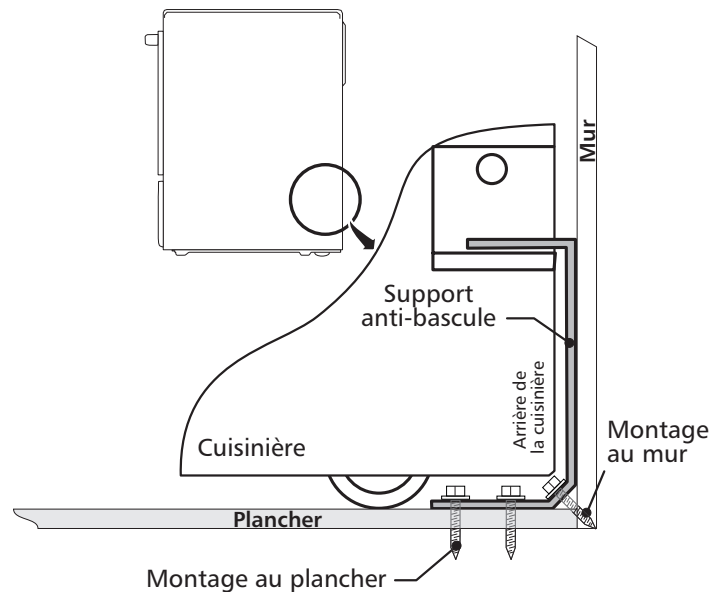

Figure 13
4. Enlevez le gabarit et placez le support anti-bascule sur le plancher. Alignez les trous dans le support anti-bascule avec les trous tracés sur le plancher (ou le mur) et fixez avec les vis fournies. Le support anti-bascule doit être fixé sur un plancher (ou mur) solide (Figure 13). Si vous les fixez à un plancher en béton, percez d'abord des trous pilotes de 3/16" (0.5 cm) de diamètre à l'aide d'un foret à maçonnerie.